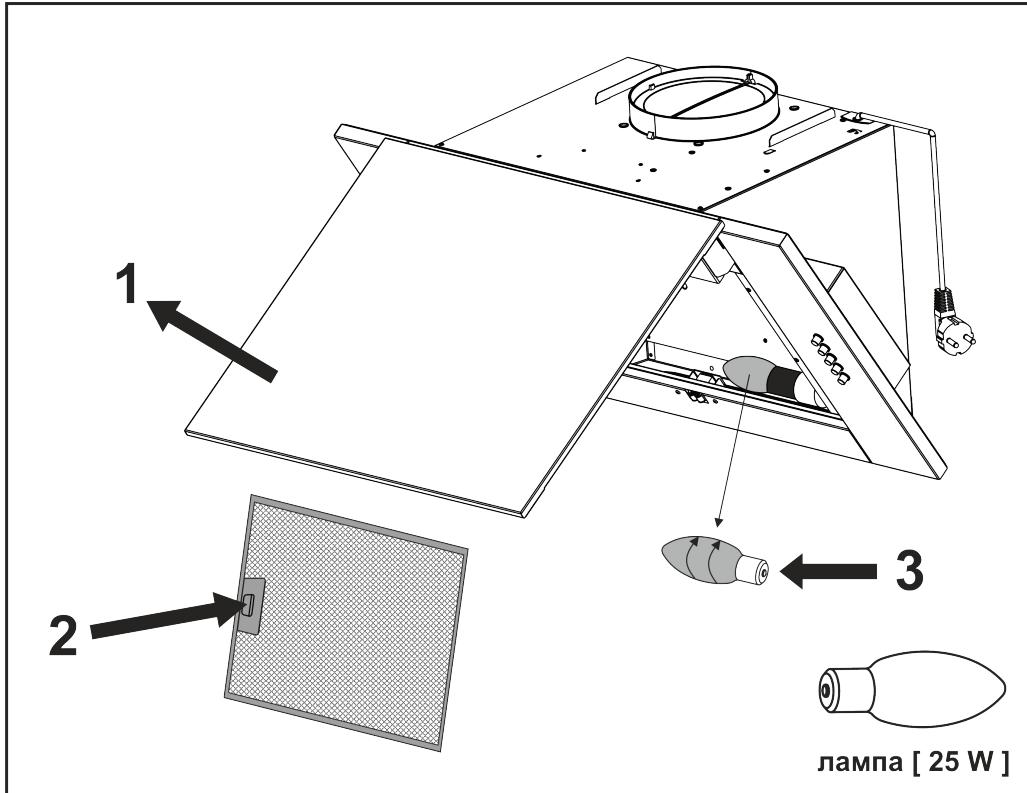

Рис.7
8.9 На витяжці встановленна лампа накалювання для підсвітки робочої зони плити. Перед початком заміни лампи освітлення необхідно відключити витяжку від електромережі, дати можливість охолонути лампі. Для заміни лампи необхідно відкрити **декоративну панель 1**, зняти алюмінієвий фільтр натиснувши на **пружинну засувку 2**, утримуючи тримач патрона, злегка надавити на **лампу 3** в напрямку патрона і, повернувши її проти годинникової стрілки, вийняти з корпусу витяжки (**рис.7**).